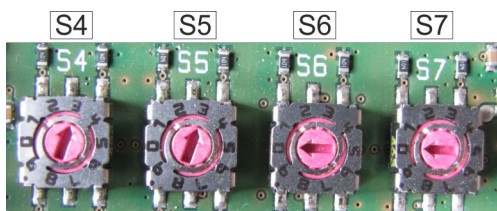

Fig. 45: Configurazione
3. ➤ Configurare gli indirizzi nel sistema (Fig. 45).